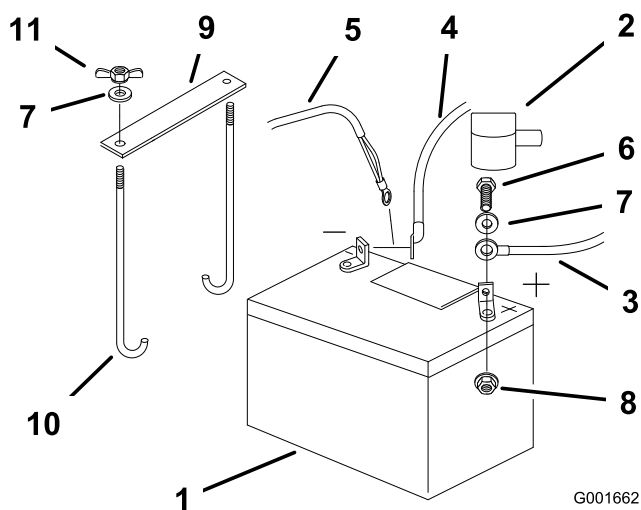

Figura 40
4. Scollegate prima il cavo negativo della batteria ed il filo di messa a terra dal morsetto negativo (-) della batteria (Figura 40).
5. Sfilate la guaina rossa del morsetto dal morsetto positivo (rosso) della batteria. Togliete quindi il cavo positivo (rosso) della batteria (Figura 40).
6. Togliete entrambi i dadi ad alette (1/4 pollice) che fissano la fascetta della batteria (Figura 40).
1. Posizionate la batteria nel vassoio con i poli dei morsetti verso il motore (Figura 40).
4. Fissate i cavi con 2 bulloni (1/4 x 3/4 poll.), 2 rondelle (1/4 pollice), e 2 dadi di bloccaggio (1/4 pollice) (Figura 40).
6. Fissate la batteria con bulloni a J, la fascetta di fissaggio e 2 rondelle (1/4 pollice), e 2 dadi ad alette (1/4 pollice) (Figura 40).